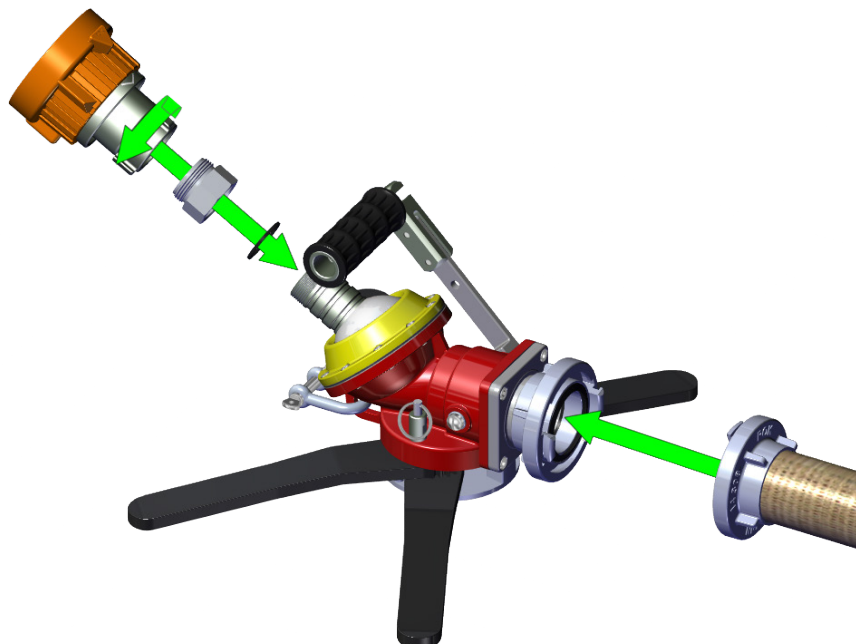

Fig. 7
- **1** - Connecter le diffuseur sur la sortie de la monitor et connecter l'arrivée d'eau à l'entrée de la monitor avec un raccord adapté (Fig. 7).